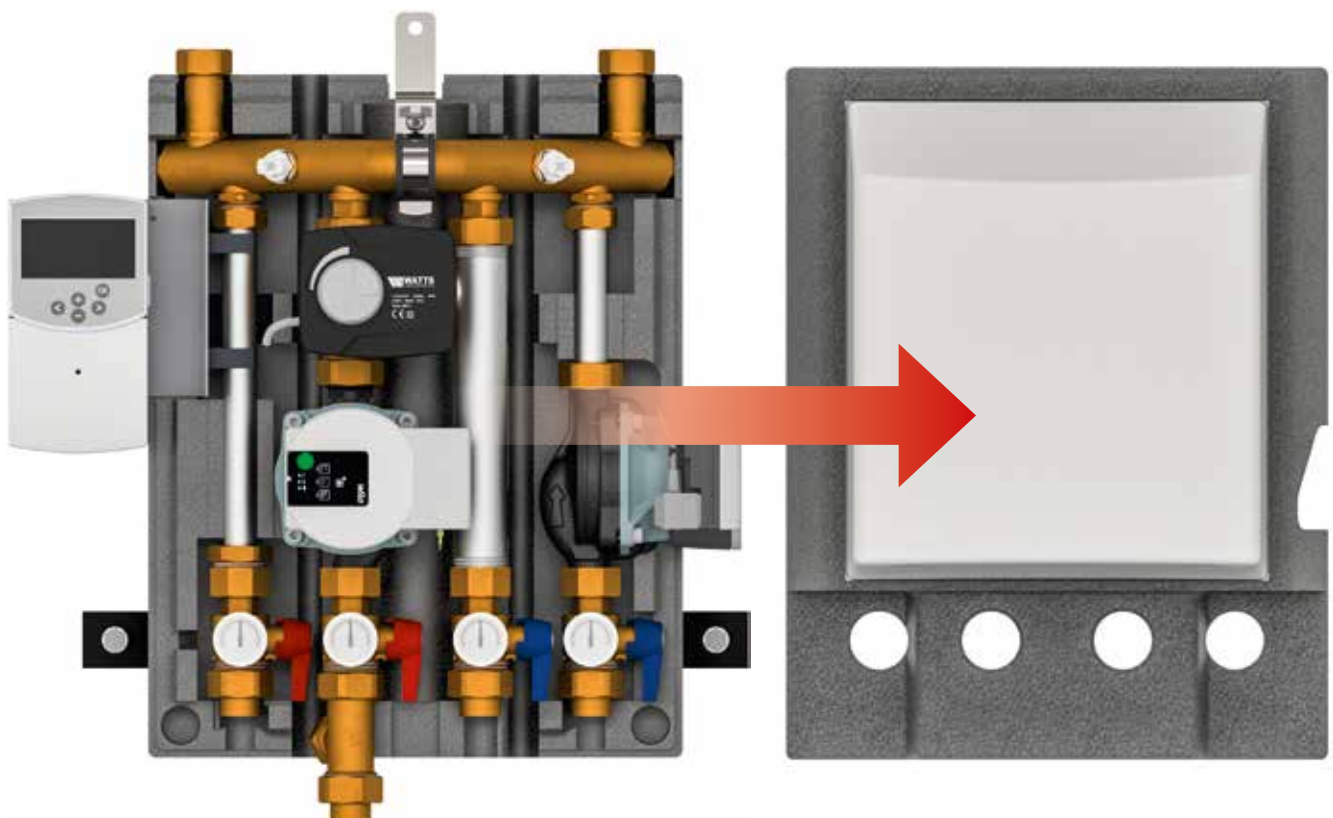

Fig. 2 : Démontage du revêtement
- Retirer le capot isolant du module hydraulique Wattmix (voir Fig. 2 en page 6).
- Démontez le revêtement avant du poste de régulation Wattmix (voir Fig. 2 sur la page 6).